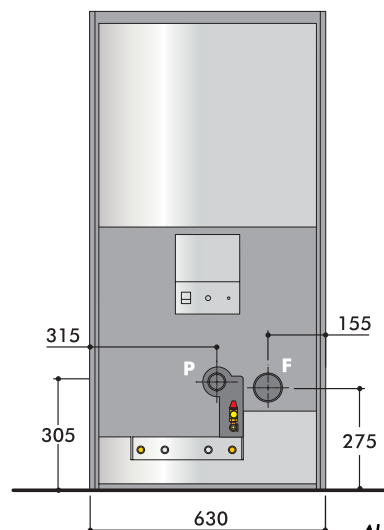

Abb. 2
- Berücksichtigen Sie bei der Positionierung des Rauchabzugrohrs den Rauchaustritt am Ofen (**Abb. 2**).